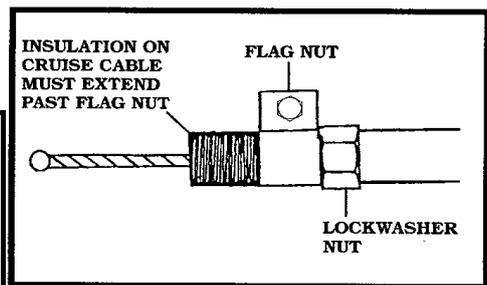

Figure 28
- 在螺紋成型後，將螺紋管夾旋入鋼索外管的螺紋端。(Figure 28)